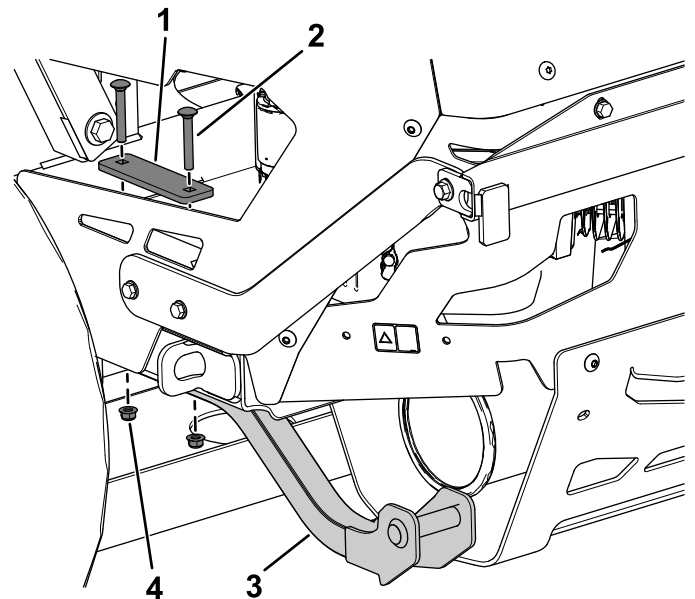

Figura 10
4. Sujete provisionalmente el soporte inferior a la placa del motor usando 2 pernos de cuello cuadrado (5/16" x 2 1/4"), una placa de apoyo y 2 tuercas con arandela prensada (5/16"), como se muestra en la Figura 10.